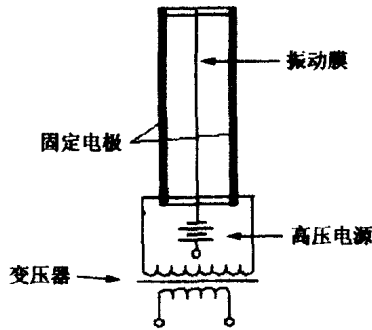

图 1-1 静电式扬声器工作原理示意图
(1) 电动式扬声器。当音频电流流过扬声器的音圈时，音圈产生的磁场与音圈周围磁体所产生的磁场形成相互作用的力，该作用力带动振膜产生前后振动而发出声音。其工作原理见本章第二节。
(2) 静电式扬声器。它是依赖电场对电荷的作用力工作的，如图 1-1 所示。电荷由高压极化电源提供，而电荷捕捉是在极薄的振动膜的边缘电导层上进行的。极化电压一般高达 5kV。为安全起见，电源阻抗都特意做得非常高。电场由一对电极提供，电极上打有小孔，以便给声音提供通路。电极上加有平衡高压音频信号，电